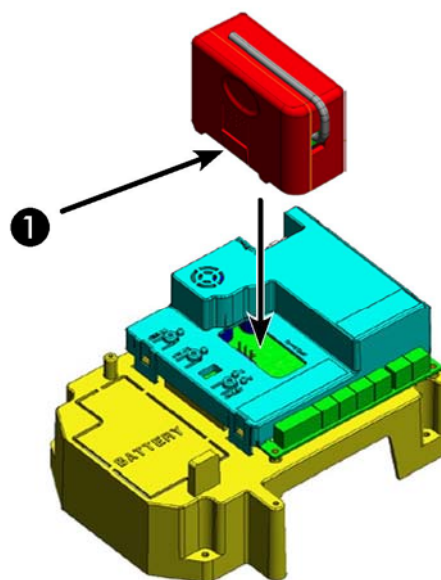

Рис. 3
Панель управления имеет встроенную двухканальную систему декодирования (DS, SLH, LC) под названием OMNIDEC. Эта система позволяет хранить в памяти как полное открытие (OPEN A), так и частичное открытие (OPEN B) автоматизированной системы, - это стало возможным при помощи дополнительного модуля приемника (Рис.3, ссылка ①) и радиуправления на той же самой частоте.